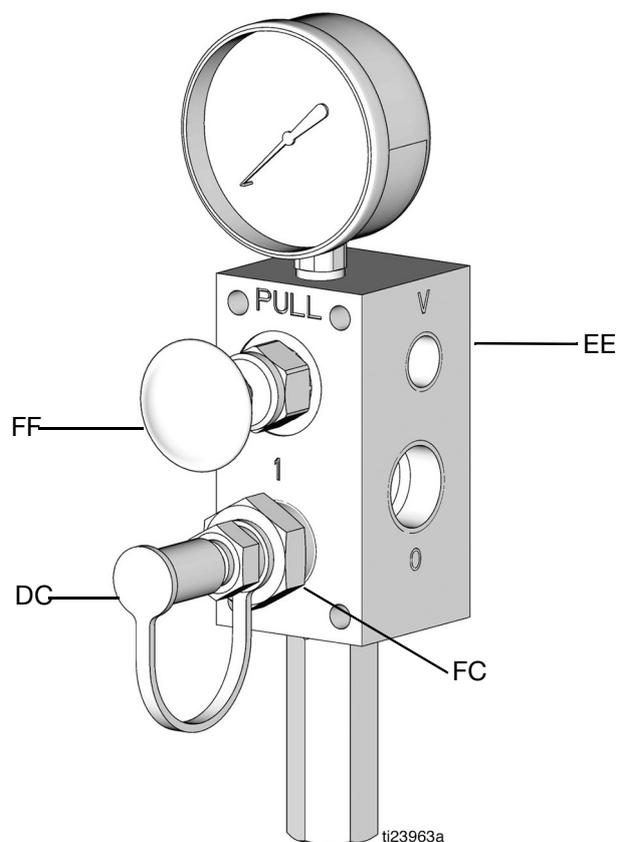

Рис. 19
1. Поднимите ручку сброса давления на клапане заполнения (FF) и удерживайте ее в этом положении, пока не давление на участке линии между клапаном заполнения (EE) и клапаном защиты от переполнения (V) не будет стравлено (Рис. 19).
3. Отсоедините пылезащитную крышку (DC) от соединительной муфты порта заполнения (FC), расположенной на клапане заполнения (EE) (Рис. 19).
- стрелка манометра переместится и покажет заданное давление (Рис. 19).
8. Поднимите ручку сброса давления на клапане заполнения (FF) и удерживайте ее в этом положении, пока не будет стравлено давление на участке линии между клапаном заполнения (EE) и клапаном защиты от переполнения (V), а также между насосом станции дистанционного заполнения (AA) и клапаном заполнения (EE) (Рис. 19).
9. Отсоедините шланг подачи (GG) от соединительной муфты порта заполнения (FC) (Рис. 19).
10. Замените пылезащитную крышку (DC) на соединительной муфте порта заполнения (FC) (Рис. 19).